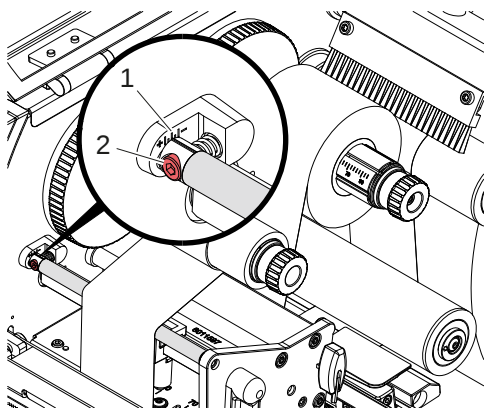

Bild 19 Ställa in den övre färgbandsbanan
6. Skjut på en lämplig kärna (4) på färgbandsupplindaren (5) och positionera och fixera på den på samma sätt som färgbandsrullen.
7. För färgbandet genom utskriftsmekanismen så som visas på bild 19. Den heldragna linjen gäller för färgband med färgsidan inåt, den streckade linjen gäller för färgband med färgsidan utåt.
8. Fixera färgbandets början med en tejpbiter mitt på färgbandskärnan (4).